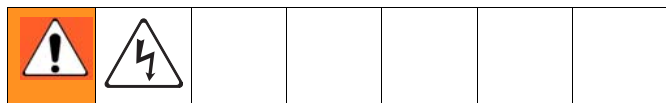

**Рис. 21: Плата управления жидкостной станцией 255765**
2. Отсоедините оптоволоконные провода (J4, J6) и все кабели (J1, J3, J5, J7, J8, J9, J12, J13, J14, J15) от платы управления (302). Рис. 21.
4. Установите новую плату управления (302) с помощью 4 винтов (303).
5. Подсоедините кабели к плате управления (302). Рис. 21. Соедините разъемы оптоволоконного кабеля с разъемами платы (J4, J6), соблюдая соответствие цветов (синий с синим, черный с черным) и затяните разъемы от руки. Не защемляйте и не перекручивайте оптоволоконные кабели. Радиус изгиба кабелей должен составлять 51 мм (2 дюйма).
6. Установите крышку (322) на место.